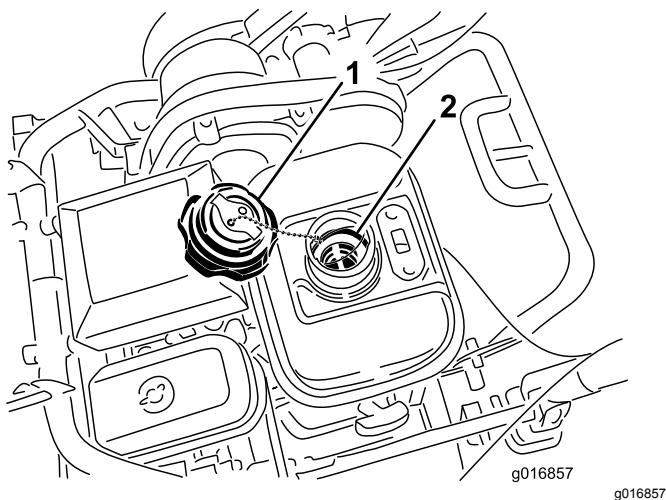

Figure 40
1. Dévissez et retirez le bouchon du réservoir de carburant (Figure 40).